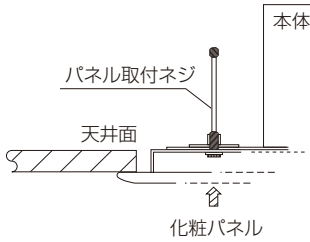
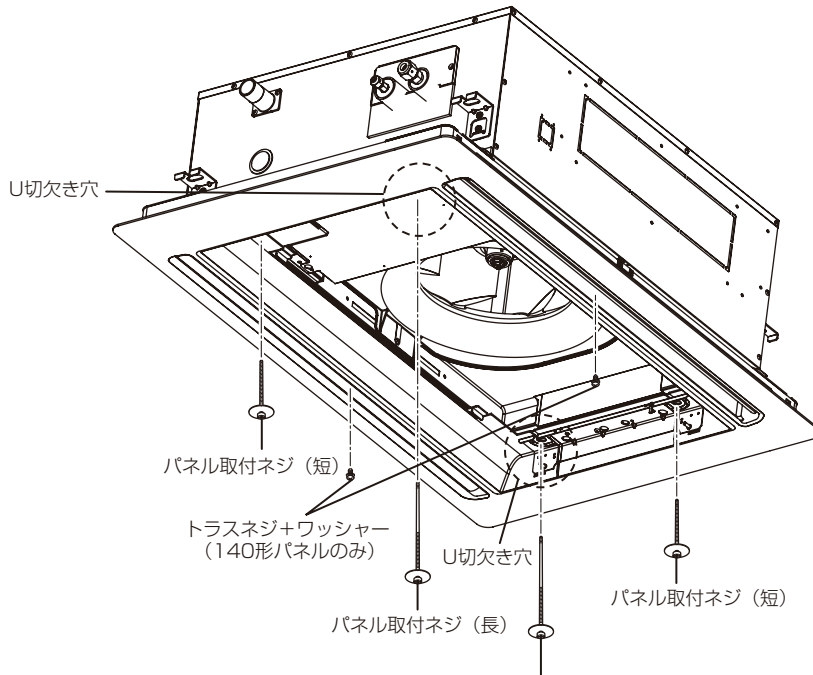

図12
図13 パネル取付ネジ（長）
①化粧パネルを持ち上げ、仮止めしていた取付ネジ（長）および（短）を締め付けてください。（図12、図13）
①化粧パネルの中央部を本体に固定するため、付属のトラスネジとワッシャーにて2ヶ所交互にバランスよく仮止めしてください。
②仮止めしていた取付ネジ（長）および（短）とトラスネジを締め付けてください。（図12、図13）